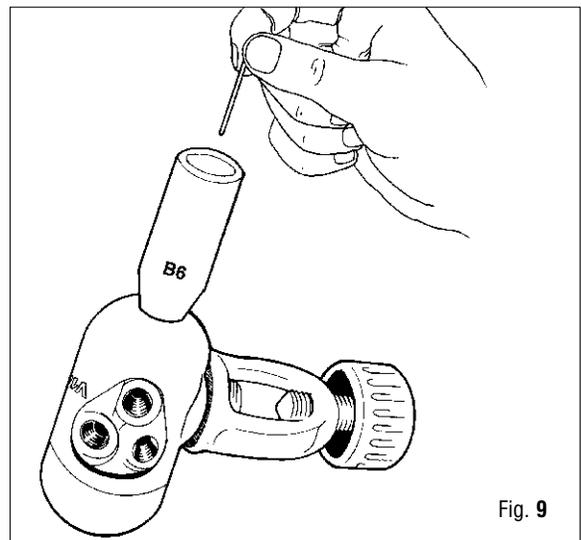

Fig. 9
19. Introduzca el vástago de la válvula (12) en el asiento de la válvula (75), usando la herramienta especial (B-6). (Fig. 9)